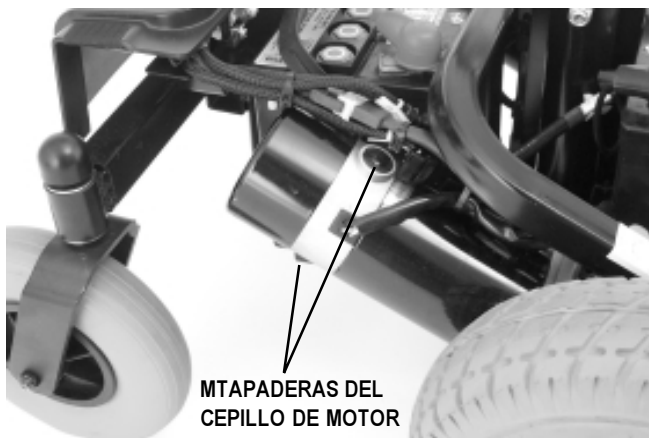

Figura 24. Tapaderas del Cepillo Del Motor
2. Destornille las capas de los cepillos del motor. Mire la figura 24.